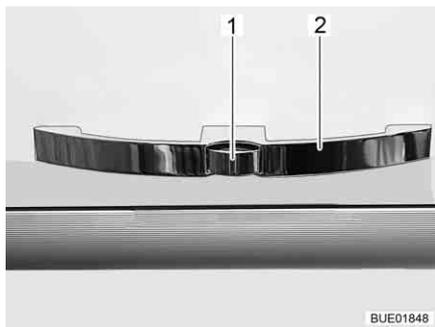
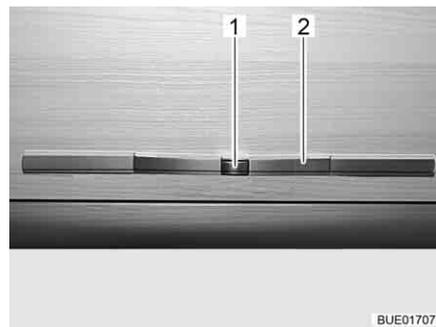

Fig. 48 Sportello del mobile con maniglia (esempio)
Fig. 49 Sportello del mobile con maniglia (alternativa)
- Premere il bottone di sbloccaggio (Fig. 48,1 o Fig. 49,1) della maniglia (Fig. 48,2 o Fig. 49,2) e mantenerlo premuto.